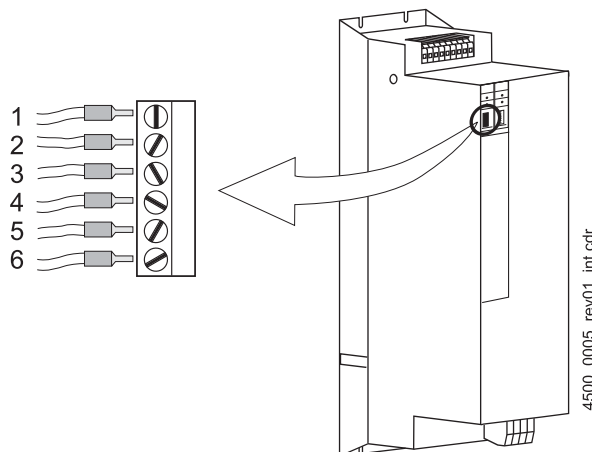

Abbildung 10: Steueranschluss X99A
1) Position, siehe ►Abbildung 10◄ auf Seite 45.